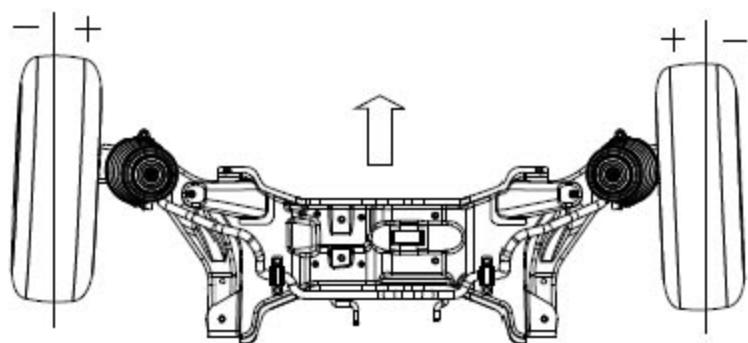

图 5.1-5 车轮前束
3) 车轮前束：车轮前束是车轮偏离几何中心线 / 推力线向里偏转，而负前束则是车轮向外偏转，如图 5.1-5 所示。设置前束的目的是保证车轮平行滚动。前束也可补偿车辆向前行驶时，车轮支架系统产生的少量偏移。只有车轮设置前束合适时，车辆行驶时车轮才能在路上平行滚动。